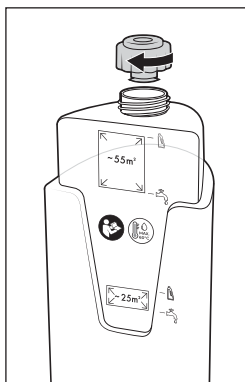

Rys. 8
- ♦ Do czyszczenia małych powierzchni  (do 25 m²) nalewaj wodę kranową lub destylowaną tylko do pierwszego oznaczenia poziomu napełnienia  w zbiorniku czystej wody **11** (patrz rys. 8).
- ♦ Do czyszczenia małych powierzchni  (do 25 m²) nalewaj środek czyszczący do drugiego oznaczenia poziomu napełnienia  w zbiorniku czystej wody **11** (patrz rys. 8).